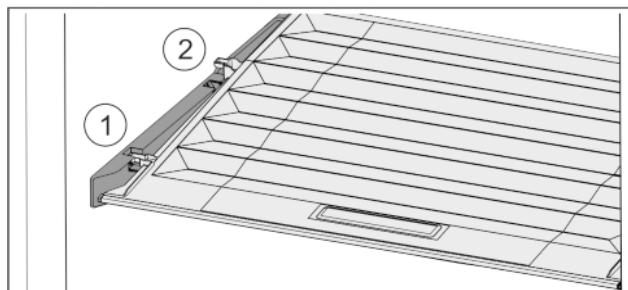

Fig. 32
- Потянуть крышку до отверстия в поддерживающих деталях вперед *Fig. 32* (1).
- Поднять сзади снизу и извлечь *Fig. 32* (2) движением верх.